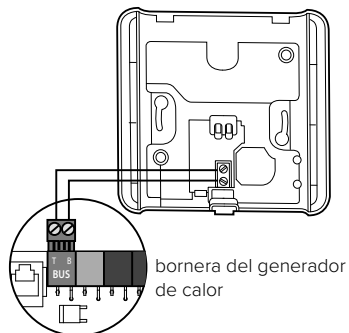

Fig. 13
- Conectar los cables del Sensor Ambiente al borne BUS en la bornera del generador de calor (Fig. 13).